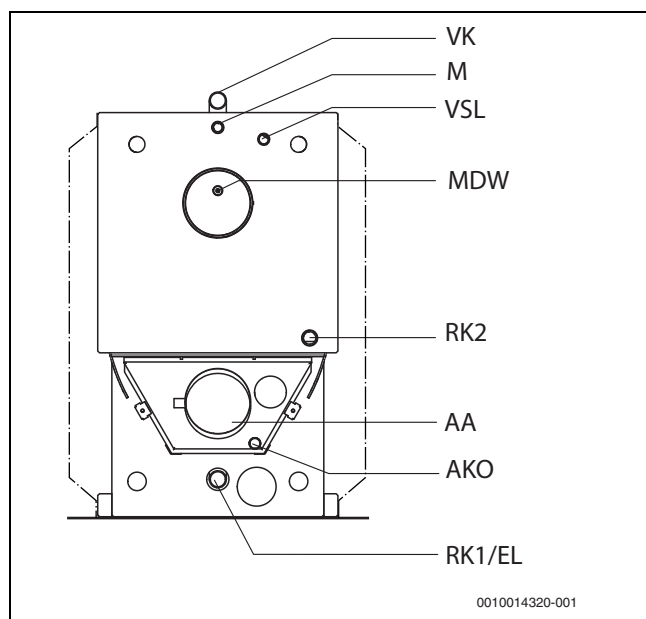

Fig. 12 Racorduri cazan
- ▶ Montați supapa de siguranță la racordul țevii de siguranță pentru tur [VSL] (→ fig. 12, pagina 20).